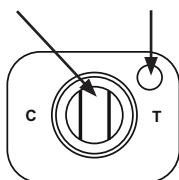

Fig. 1a. Positivo
1. Obtenga un *dispositivo de membrana* por muestra y un dispositivo para el control positivo o negativo externo opcional según sea necesario. Las bolsas de papel de aluminio que contienen los dispositivos deben alcanzar la temperatura ambiente antes de abrirlas. Identifique los dispositivos de forma apropiada y oriéntelos en una superficie plana de forma que la letra "C" del dispositivo se encuentre a la izquierda, la letra "T" se encuentre a la derecha y el *Pocillo de muestra* pequeño se encuentre en la esquina superior derecha del dispositivo (Fig. 1a).